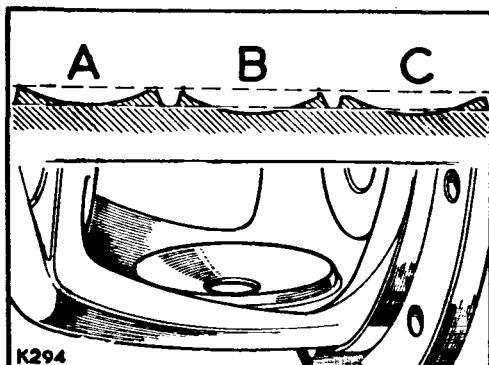

Fig. E1-46.- Asientos de los satélites
2.5.- Verificar los asientos de los piñones en la caja de satélites. Estos asientos esféricos (Fig. E1-46), deben tener sus extremos a la misma altura, sin que existan escalones o huecos debido al desgaste. Si se observase algún defecto importante, cabe proceder a la sustitución.